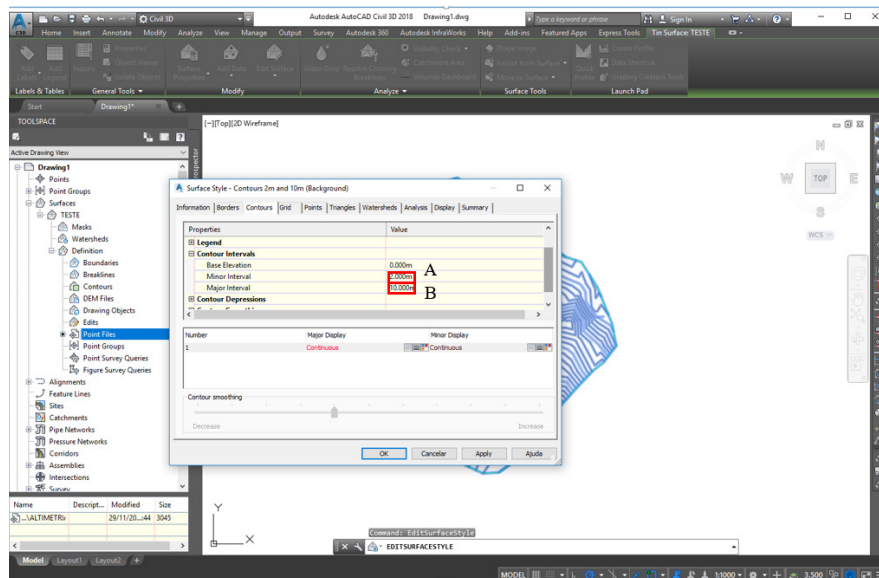

Figura 124 - Editando os intervalos das curvas de nível
c) Em seguida, deve-se clicar na opção *Edit Surface Style*. Irá abrir uma caixa de comunicação com várias abas, você irá clicar em *Contours*, e em seguida na opção *Contour Intervals*, como mostrado na Figura 124.